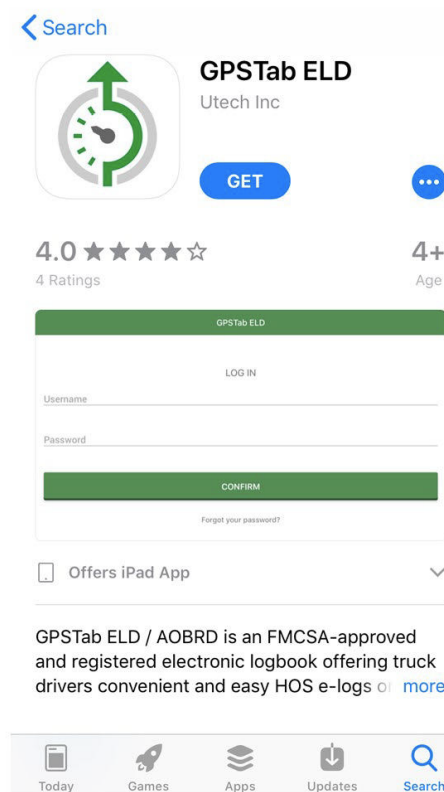

IMAGEN 2
2. Pulsa OBTENER para descargar la aplicación (imagen 2).